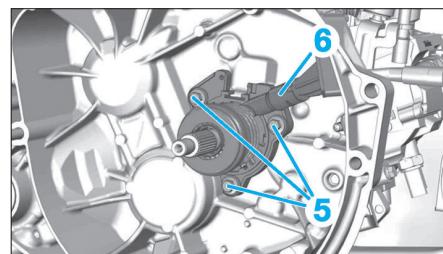

Fig. 14
- les vis (5) (Fig.14),
- la butée hydraulique (6).